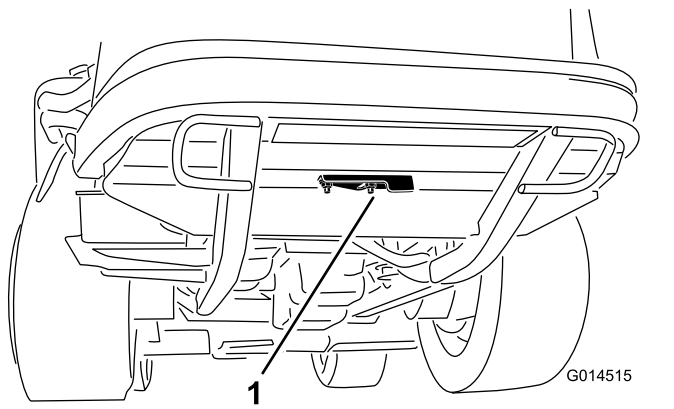

Рисунок 45
2. Ослабьте фланцевую гайку, которая крепит крышку отверстия для очистки к нижней стороне задней рамы (**Рисунок 45**). Поверните крышку, чтобы получить доступ к отверстию для очистки в раме.